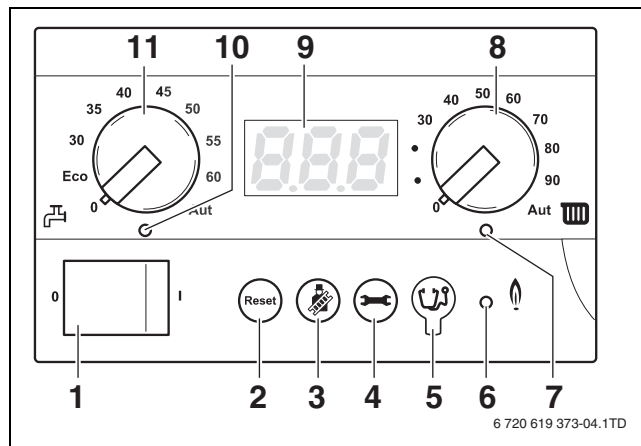

Bild 51 Basiscontroller BC10
Mit dem Ein/Aus-Schalter (→ Bild 51, [1]) können Sie das Gerät ein- und ausschalten.
Bei einer Störung kann es erforderlich sein, das Gerät mit Hilfe der Taste „Reset“ neu zu starten (→ Bild 51, [2]). Dies ist nur bei verriegelnden Störungen erforderlich. Blockierende Störungen setzen sich selbsttätig zurück, wenn die Ursache beseitigt ist. Das Display zeigt „rE“ an, während der Reset durchgeführt wird.
Mit der Taste „Schornsteinfeger“ (→ Bild 51, [3]) kann das Gerät in Abgastest, Servicebetrieb und in den manuellen Betrieb genommen werden.
Während des Schornsteinfeger-, Service- und manuellen Betriebs gilt eine maximale Heizwassertemperatur, die der Einstellung des Drehschalters „Maximale Kesselwassertemperatur“ (→ Bild 51, [8]) auf dem Basiscontroller BC10 entspricht.
- Die maximale Kesselwassertemperatur mit dem Drehschalter „maximale Kesselwassertemperatur“ begrenzen (→ Bild 51, [8]) auf die zulässige Vorlauftemperatur des Fußbodenheizkreises (meistens maximal 40 °C).
Mit der Taste „Statusanzeige“ (→ Bild 51, [4]) können die aktuelle Kesselwassertemperatur, der aktuelle Betriebsdruck usw. auf dem Display angezeigt werden. Siehe auch Tabelle 21, „Displaywerte“, Seite 48“, Tabelle 22, „Displayeinstellungen“, Seite 48 und Tabelle 23 - 28, „Display-Codes“, Seite 48 - 54.